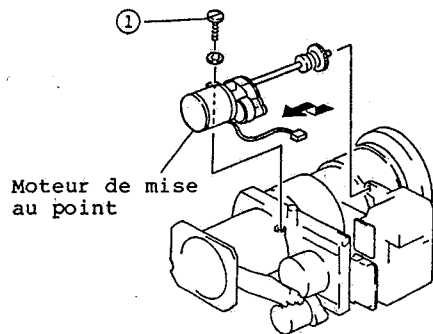

Fig. 2-103
1. Retirer une (1) vis de fixation immobilisant le moteur de mise au point. (Se reporter à la figure 2-103)